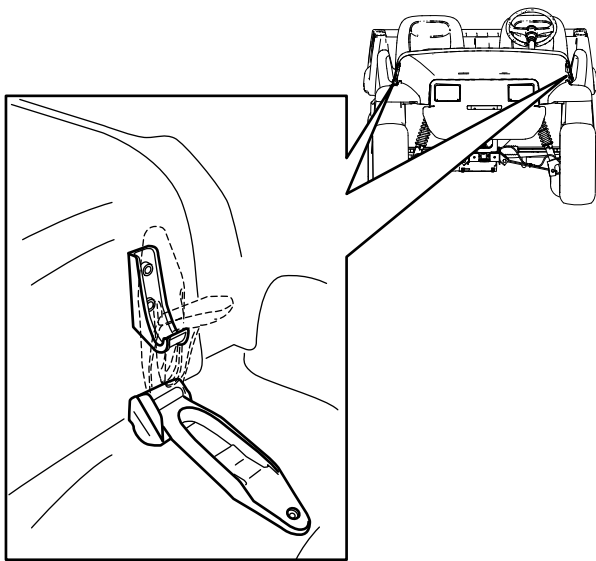

Bild 28
1. Heben Sie den Hebel der Gummiriegel an jeder Seite der Motorhaube an (Bild 28).
2. Fluchten Sie die Gummiriegel auf den Riegelankern an jeder Seite der Motorhaube aus, um die Motorhaube zu befestigen (Bild 28).